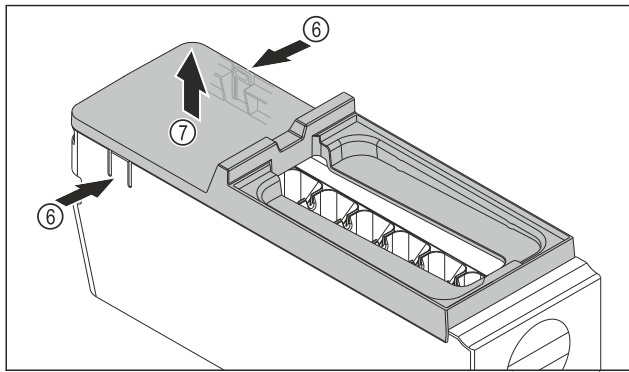

Fig. 122
- ▶ Vegye le az EasyTwist-Ice egység testének fedelét: Nyomja meg az egyik kezével a füleket Fig. 122 (6) az EasyTwist-Ice egység testének mindkét oldalán.
- ▶ Vegye ki a fedelet Fig. 122 (7) a másik kezével felfelé.